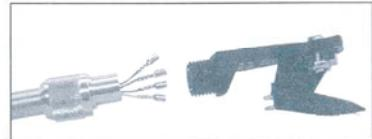

図7
ヘッドシェルの裏にあるカラーロック（図7）を緩め、信号配線をヘッドシェルから丁寧に引っ張り外します。（図8）
3. カートリッジの取り付け位置を調整するには、付属のカートリッジ取付用ゲージを使用します。カートリッジを仮止めしたヘッドシェルの後部をゲージの形に合わせて押し込み、上から見て針先がゲージのV字型の切れ込みに一致するように調整してください。横から見て針先がゲージの長方形（逆コの字型）の切り込み内に入っていれば正しい位置になっています。最後に、締め付けのネジを堅く締める。カートリッジが付いているヘッドシェルをトニアームに戻して、カラーロック（図7）をしっかりと締めてください。